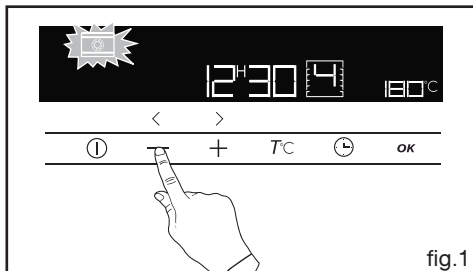

fig.1
Appuyez sur la touche ⊕ pendant quelques secondes jusqu'à faire clignoter l'afficheur (fig.1), puis relâchez.
Appuyez sur la touche ① puis sélectionnez avec les touches + ou - la cuisson choisie (fig.1).